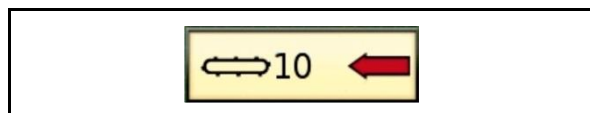
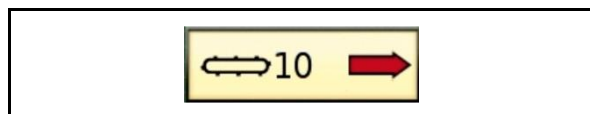

Fig. 140
Fig. 141
2. Drücken Sie den Wippschalter (1) auf der linken bzw. rechten Seite herunter.
- Das Quer-Förderband läuft zur linken bzw. rechten Seite. Gleichzeitig erscheint im Terminal das Symbol „Quer-Förderband links“ (Fig. 140) bzw. „Quer-Förderband rechts“ (Fig. 141).